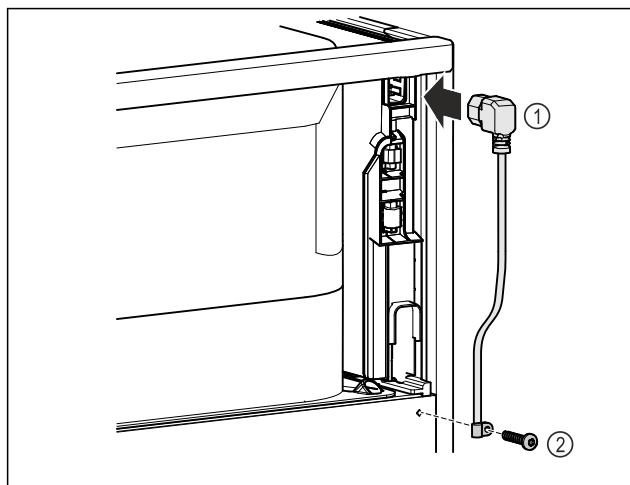

Fig. 9
- Au dos de l'appareil, brancher la prise pour appareil froid du câble d'alimentation Fig. 9 (1).
- Monter le serre-câble. Fig. 9 (2)